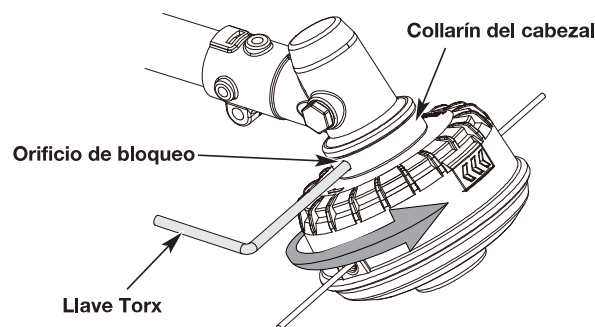

Fig. 20
1. Gire el collarín de cabeza hasta que el agujero de bloqueo visible exterior se alinee con el agujero de fijación interno debajo del collarín de la cabeza. (Fig. 20).